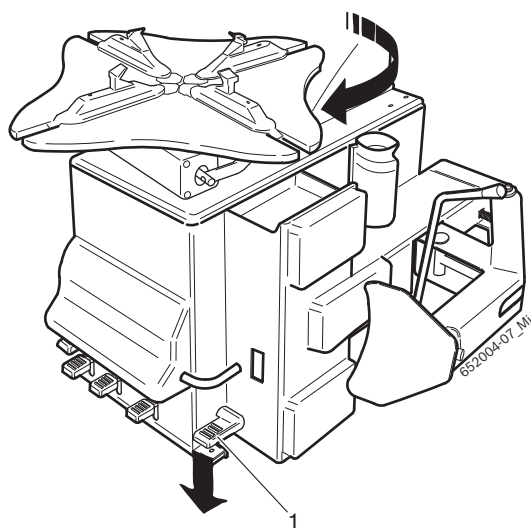

Fig. 2: Kontrola směru otáčení
Pro správné fungování přístroje TCE 4335 je velmi důležité, že když stisknete pedál uvedený na Fig.2 (A), bude se upínací příruba otáčet ve směru hodinových ručiček.